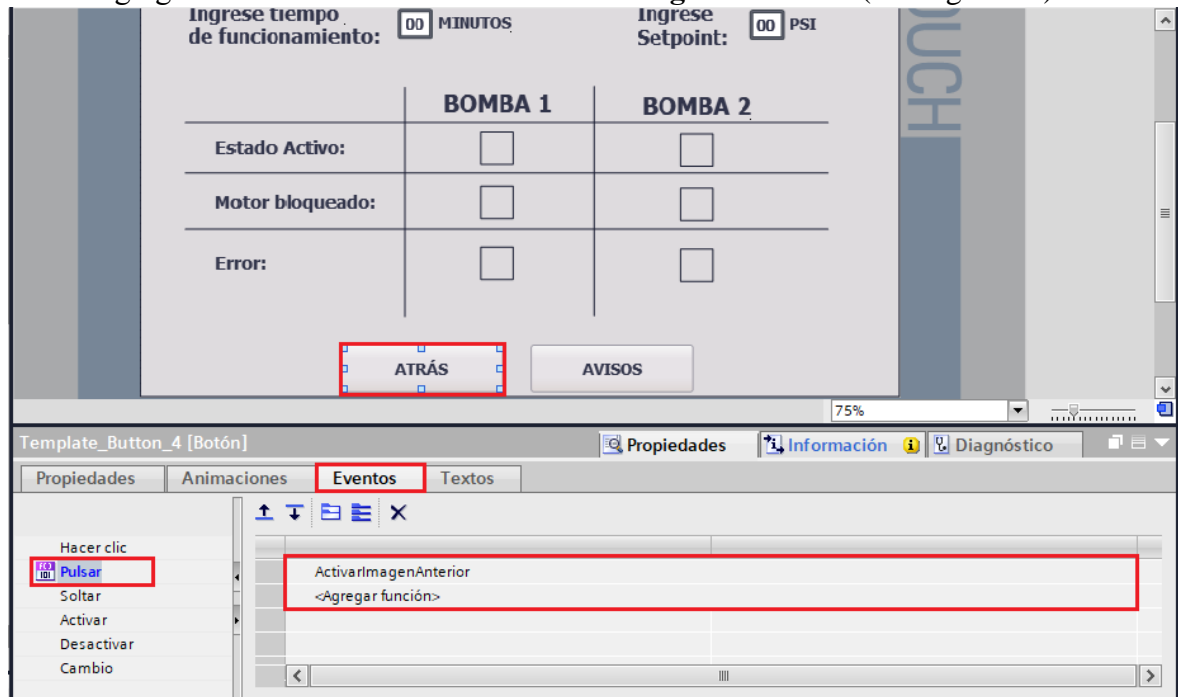

Figura 69. Configuración botón “ATRÁS”.
- (3) Configuración de menú de la ventana de CONTROL_PROCESO.
- En “<Agregar función>” seleccionar “**ActivarImagenAnterior**” (ver Figura 69).